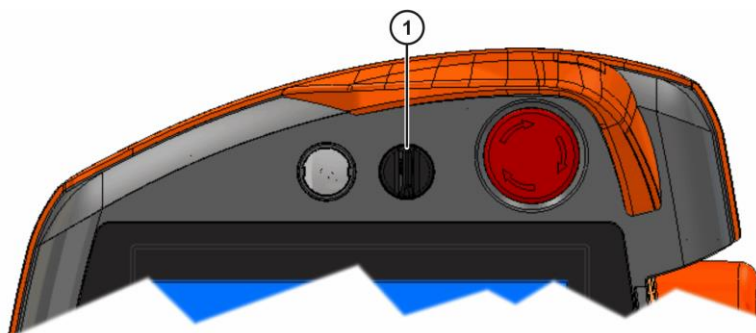

Рисунок 3.1 – Перемикач режимів [3]
3. Поверніть перемикач режимів (рисунок 3.1) у робоче положення (символ: відкритий замок).